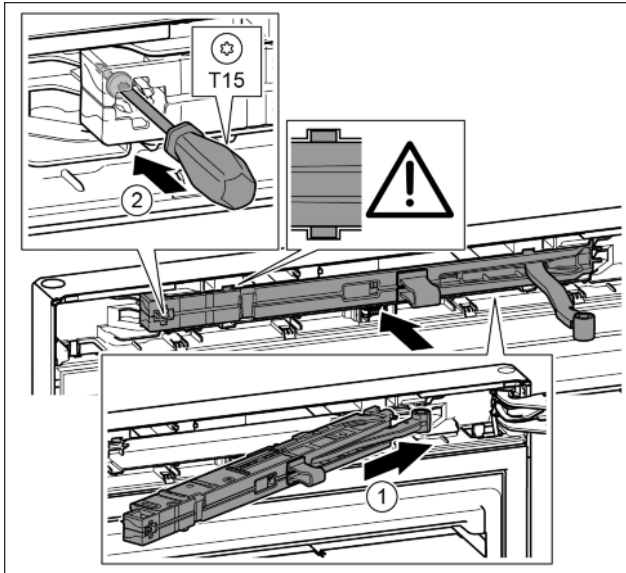

Fig. 44
- ▶ Introduire à fond l'amortisseur de fermeture du côté du support de palier dans la rainure en l'inclinant. *Fig. 44 (1)*
- ▶ Serrer la vis avec un tournevis T15. *Fig. 44 (2)*